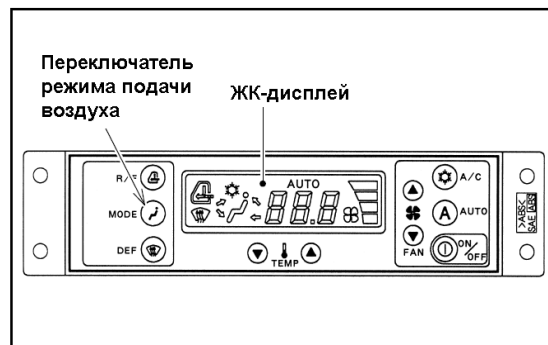

Рисунок 2.20
4. Переключатель режима подачи воздуха и показания дисплея (рисунок 2.20)